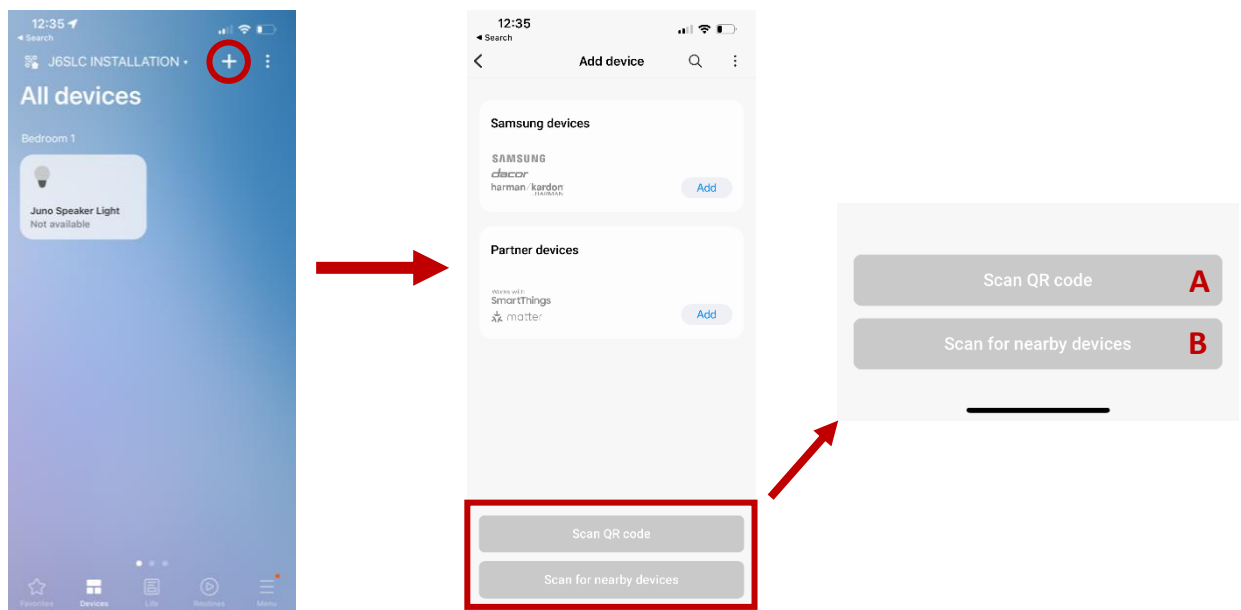

Figura 5
- ii. Haga clic en "+" y luego en "Scan for New Devices" (Buscar nuevos dispositivos), como se ve en la figura 5. Siga las instrucciones para conectar cada luminaria. Si la luminaria no aparece en la aplicación, pruebe reiniciar la aplicación y encendiendo y apagando la luz con el interruptor.